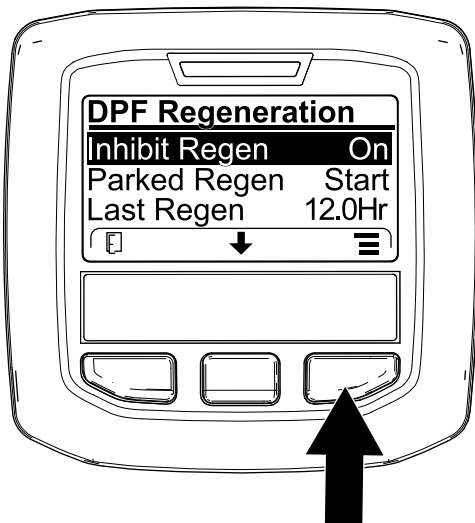
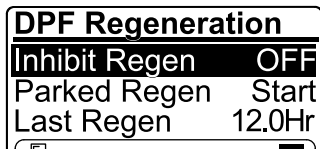

Figura 38
Figura 39
1. Aceda ao menu Regeneração do DPF, prima o botão central para ir até à opção INIBIR REGENERAÇÃO e prima o botão direito para selecionar a entrada Inibir regeneração (Figura 38).
- Prima o botão direito para alterar a definição da Inibição da regeneração de On para Off (Figura 38) ou de Off para On (Figura 39).